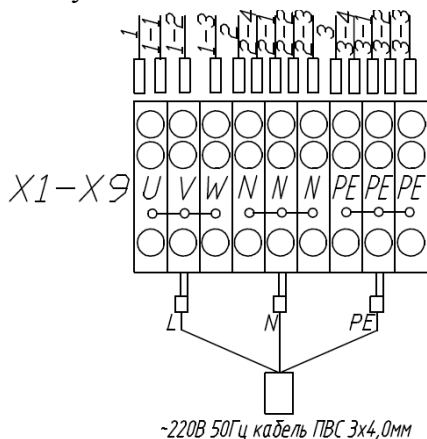

Рис.2 Подключение к однофазной сети
4.3. В состоянии поставки станция подготовлена для подключения к однофазной сети 220В (см.рис.2). Для подключения к